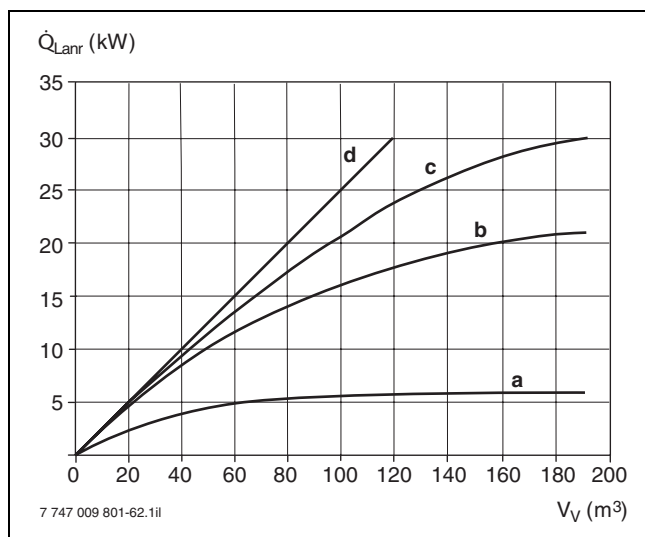

Bild 62 Anrechenbare Wärmeleistung in Abhängigkeit vom Rauminhalt der Verbundräume
- Dies gilt als erfüllt, wenn die Summe der anrechenbaren Wärmeleistung mindestens so groß ist, wie die Gesamt-Nennwärmeleistung des Gas-Heizgeräts (→ Bild 62, vorzugsweise Kurven a bis c). Anrechenbar ist die Wärmeleistung, für die der Aufstellraum oder ein Verbrennungsluftraum die erforderliche Verbrennungsluft liefert, jeweils abhängig von der Raumgröße und den Gegebenheiten an der Innentür.
Legende zu Bild 62:
- Ist der Aufstellraum **kleiner** als 1 m³ je 1 kW Gesamt-Nennwärmeleistung, sind zwei Öffnungen von mindestens 150 cm² erforderlich (→ Bild 62). Die so miteinander verbundenen Räume müssen zusammen den Mindestrauminhalt von 1 m³ je 1 kW Gesamt-Nennwärmeleistung haben.